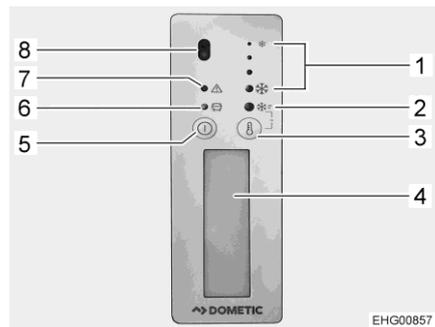

Fig. 59 Elementos de mando (frigorífico)
- Pulsar la tecla On/Off (Fig. 59,5). Después de la conexión transcurrirá un breve lapso de tiempo hasta que el compresor arranca.
- Para ajustar la temperatura de refrigeración: pulsar la tecla Nivel de refrigeración (Fig. 59,3) varias veces. Cuanto más LED del indicador de nivel de refrigeración (Fig. 59,1) estén iluminados, más intensamente estará enfriando el frigorífico.
La iluminación interior (Fig. 59,4) estará iluminada mientras que esté abierta la puerta del frigorífico.
Si el LED del indicador de servicio rojo (Fig. 59,7) está parpadeando, se ha presentado una avería (véase apartado 15.8).
- Pulsar la tecla On/Off (Fig. 59,5) hasta que el frigorífico se desconecte. Para alcanzar temperaturas de congelación, el frigorífico se puede operar con una función de enfriamiento rápido. Antes de utilizar la función de enfriamiento rápido, sacar el congelador. De lo contrario, agua de condensación podrá congelarse en el exterior del frigorífico debido al frío demasiado intenso.
- Mantener pulsada la tecla Nivel de refrigeración (Fig. 59,3) por más de 3 segundos. El LED Función de enfriamiento rápido (Fig. 59,2) indica que la función de enfriamiento rápido está conectada.